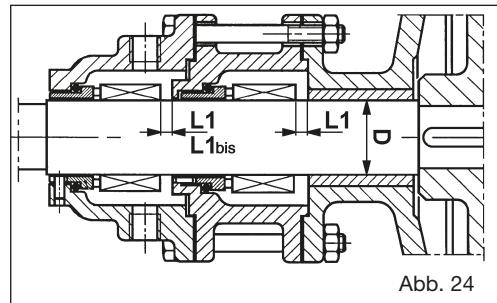

Abb. 24
- Die Baugruppe Flansch-Halterung (09) einsetzen.
- Anm.: die Tabelle gibt den Durchmesser D der Welle und den Abstand L1 zwischen der Dichtung (66.1) und der Baugruppe Flansch-Halterung (09) an, wenn diese nicht blockiert ist, sondern auf der Rückseite des Rotors aufliegt (Abb. 24).
- Den festen Teil der Dichtung in der Dichtungshalterung (77) montieren.
- Die Dichtungshalterung auf der Baugruppe Flansch-Halterung montieren und die vorausgehenden Arbeitsschritte mit der Dichtung (66.2) und der Dichtungshalterung (81) wiederholen.
- Die äere Einstellmutter (14) montieren und die Dichtungshalterung blockieren.
- Achtung:** die Abdeckung (04) muss korrekt montiert werden: der Bolzen (06) muss eine symmetrische Position zwischen den beiden Buchsen einnehmen.
- Die Sicherungsstifte (45) der Muttern (14, 15) blockieren.